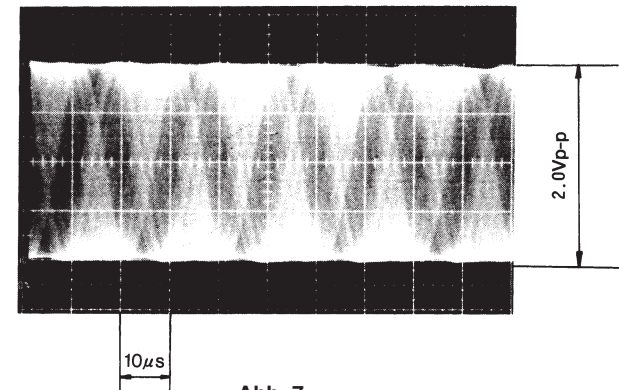

Abb. 7
- ⑥ Stellen Sie den Regler VR-2 erneut ein, so daß die Sinuswellenamplitude zwischen 1,9 Vs-s und 2,1 Vs-s liegt, wie in Abb. 7 gezeigt. Abb. 7 zeigt den idealen Einstellungszustand.